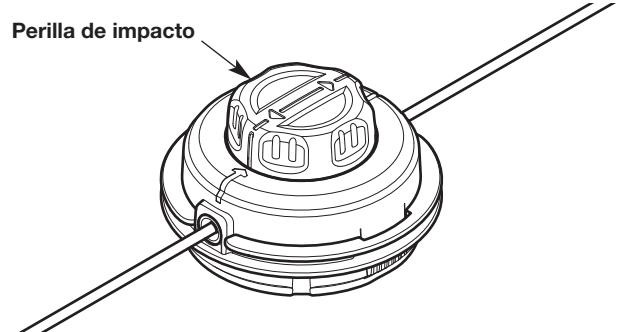

Fig. 26
- Gire la perilla de impacto para enrollar el hilo hasta que sobresalga aproximadamente 5 pulgadas (12.5 cm) de cada lado del cabezal de corte (Fig. 26).